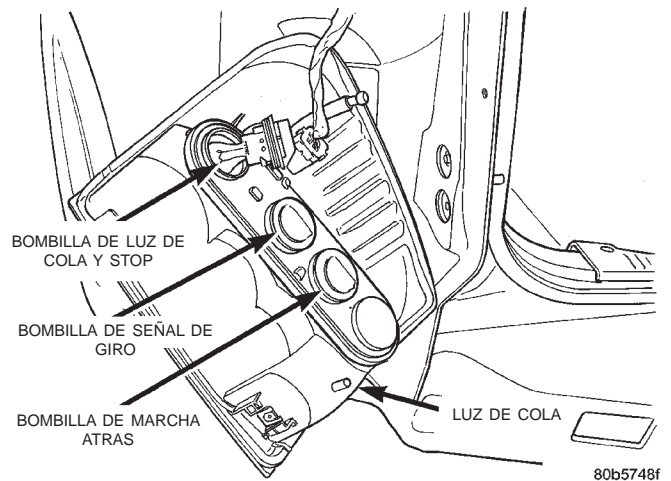

Fig. 3 Bombillas de luz de cola
- (1) Retire la luz de cola.
- (2) Tome el portalámparas y gírelo hacia la izquierda.
- (3) Separe el portalámparas de la lámpara.
- (4) Extraiga la bombilla del portalámparas (Fig. 3).
- (1) Retire el conjunto de luz de cola.
- (2) Retire el portalámparas de la lámpara (Fig. 3).
- (3) Tome la bombilla y retírela.